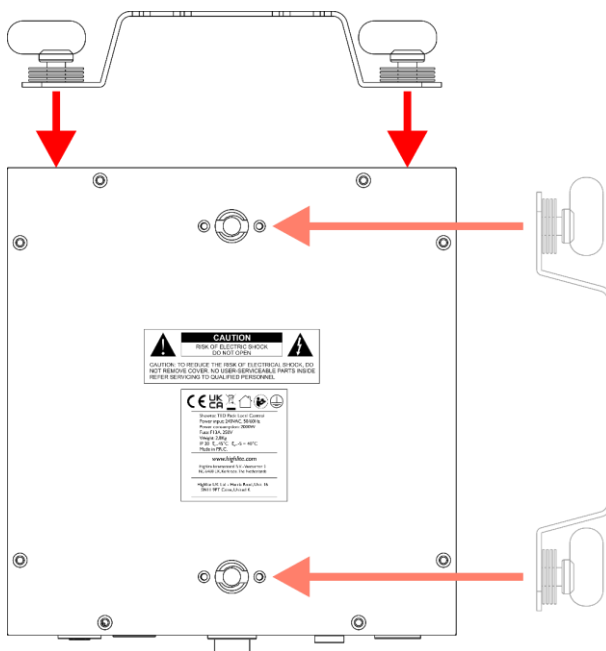

Fig. 08
- 01) Fissare la staffa di bloccaggio rapido, fornita con il dispositivo, sui **fori di montaggio per la staffa di bloccaggio rapido (16) o (17)**. Sarà possibile posizionare la staffa di bloccaggio rapido sulla piastra superiore del dispositivo o sulla piastra posteriore del dispositivo, come illustrato nella Fig. 08.